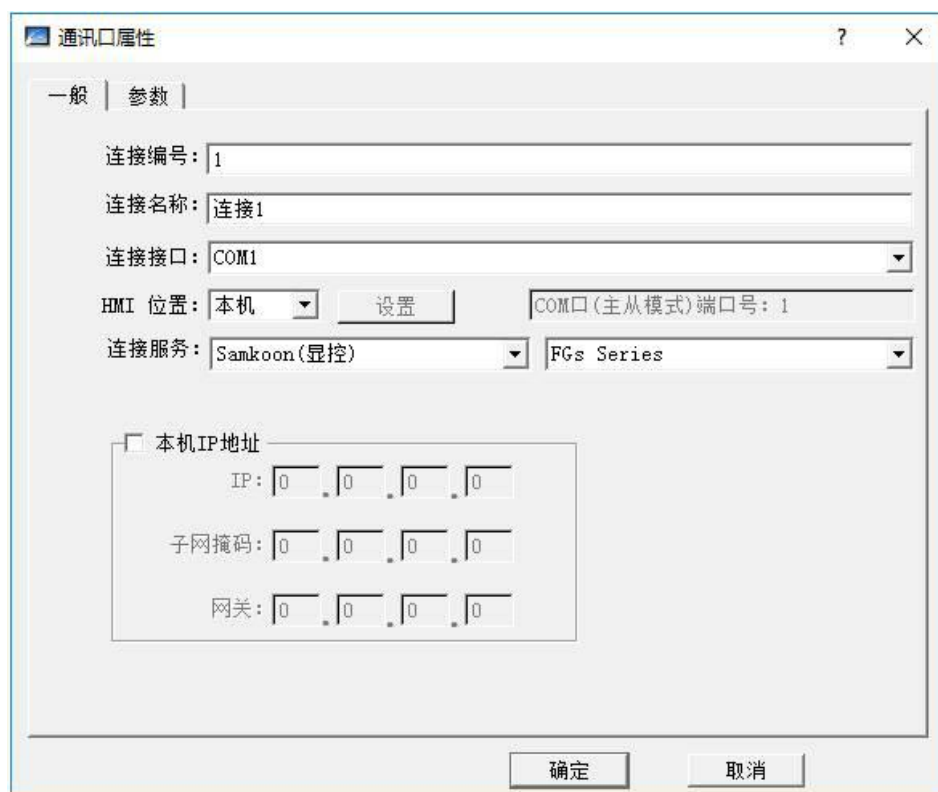

图 7-1 COM1 通信口设置对话框
- 双击“连接”的“连接 1”, 弹出如图 7-1 所示对话框: